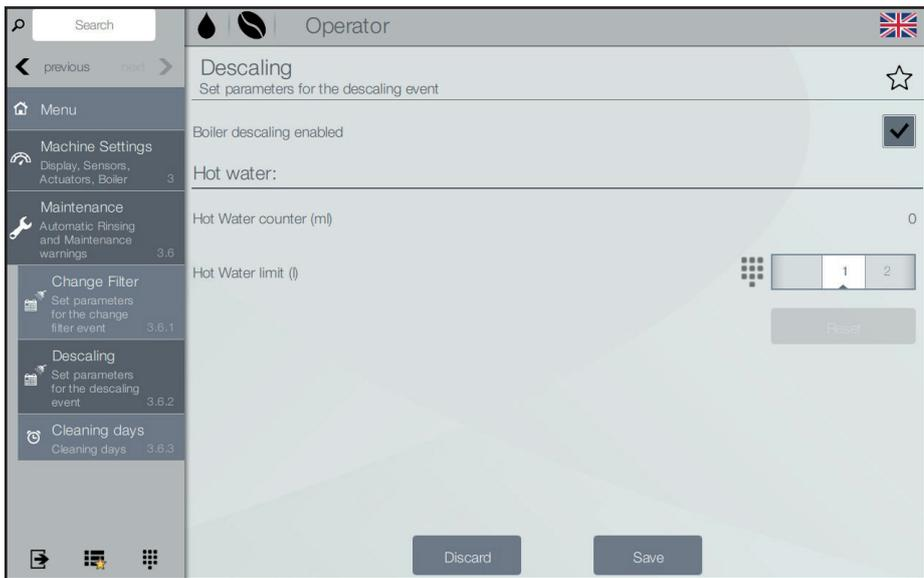

Fig. 6.13- Disincrostazione
- Attivare la funzione di disincrostazione, se si preferisce una disincrostazione della caldaia e altri apparecchi ad intervalli regolari (fig. 6.13).